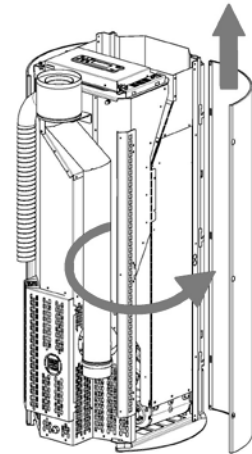

Fig. 74 - Verwijdering van de flank
- Open de flank en haak deze los uit de tanden (zie **Fig. 74**).